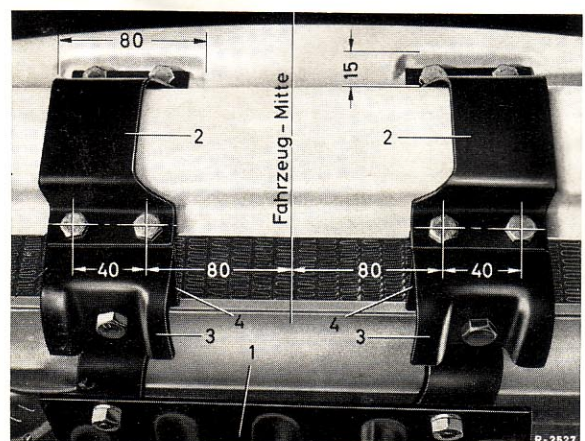

Bild 52-2/1
1. In das Innenblech zwischen vorderem Karosserie-Querträger und Kühler zwei Eindrückungen – diese sind neuerdings serienmäßig vorhanden – anbringen (Bild 52-2/1).
2. Dann Halter (2 und 4) einsetzen und Löcher – diese sind neuerdings serienmäßig vorhanden – für die Befestigungsschrauben (5) am Querträger anreißen und mit einem Bohrer von 8,5 mm ϕ bohren. Anschließend Halter (2 und 4), zusammen mit Befestigungswinkel (3) montieren (Bild 52-2/1 und 2).